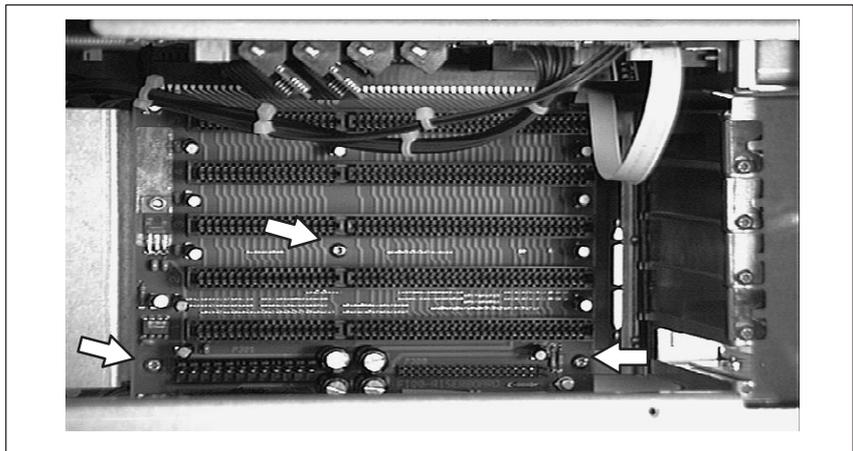

Bild 1-20 Ausbauen der Busplatine
- Lösen Sie die drei Schrauben auf der Busplatine wie in Bild 1-20 gezeigt.